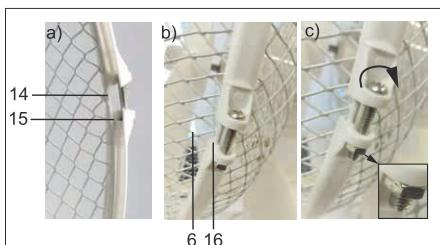

Fig.89: Montaż przedniej kratownicy ochronnej
11. Ułożyć powstały w ten sposób pierścień na krawędzi tylnej kratownicy ochronnej (14).
Krawędź kratownicy ochronnej musi przy tym znajdująć się w tylnym rowku (15) taśmy mocującej. Rys. 89 a).
12. Włożyć przednią kratownicę ochronną (6) do przedniego rowka (16) taśmy mocującej. Rys. 89 b).
13. Dokręcić śrubę z łączem krzyżakowym za pomocą śrubokręta w kierunku zgodnym z ruchem wskaźówek zegara. Rys. 89 c).